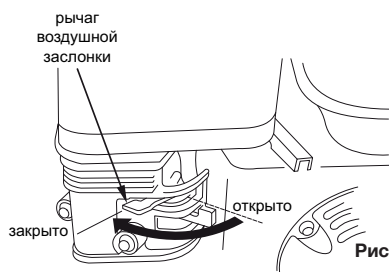

Рис. 9
8.7.7. Перевести рычаг воздушной заслонки в следующее положение (см. рис. 9):